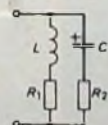

Bild 2, Einfache Frequenzweiche mit 6 dB Übergangsdämpfung je Oktave
Bild 2 zeigt die einfachste Form einer Frequenzweiche. Die Wechselstrom-
den Batteriespannung ausgewählt werden, dürfte eine wesentliche Erhöhung des Spitzenstromes zur Zerstörung der Transistoren führen. Diese Gefährdung der Endstufen-Transistoren ist aber zu vermeiden, wenn die in der folgenden Darstellung aufgeführte Dimensionierungsregel beachtet wird. Wählt man beide Lautsprecher mit gleichen Widerstandswerten, ist also $R_1 = R_2 = R$, und erweitert man den Quotienten der Gl. (1) mit R , so ist der Gesamtwiderstand der Schaltung im Bild 2
In Gl. (2) eingesetzt, wird $\mathfrak{Z} = R$, das heißt, der Gesamtwiderstand der Schaltung im Bild 2 wird ohmsch, frequenzunabhängig und so groß wie der Einzelwiderstand R jedes Lautsprechers. Die Werte von L und C bestimmen nach der Thomsonschen